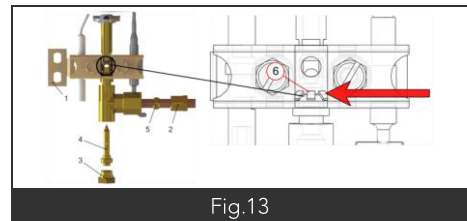

Fig.13
- Dévisser le support veilleuse (Fig13 Rep1)
- Dévisser le raccord gaz veilleuse (Fig13 Rep2)
- Dévisser l'écrou (Fig13 Rep3) pour changer l'injecteur (Fig13 Rep4)